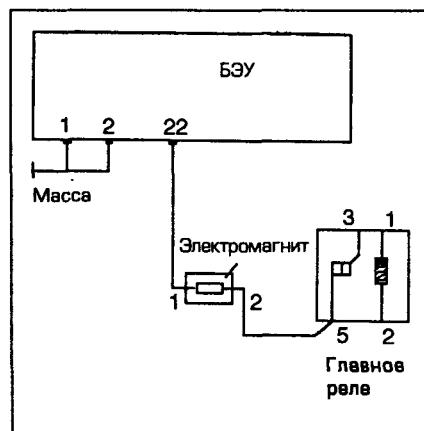

Рис. 4.32. Подключение электромагнита управления перепуском воздуха
- 1 Электромагнит имеет два вывода: питание и управление (замыкание на массу через БЭУ) - см. рис. 4.32.